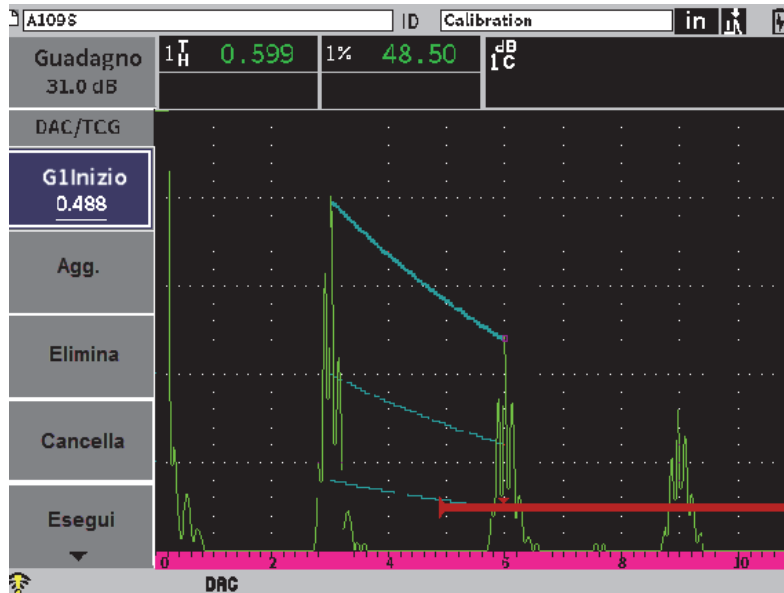

Figura 11-5 Secondo punto DAC
5. Premere il tasto Tab per evidenziare il pulsante **Agg.** (aggiungi) ed in seguito premere il tasto Invio per aggiungere il secondo punto (vedere Figura 11-5 a pagina 183).
8. Premere il tasto Tab per mettere in evidenza il pulsante **Agg.** ed in seguito premere il tasto Invio per aggiungere un altro punto (vedere Figura 11-5 a pagina 183).